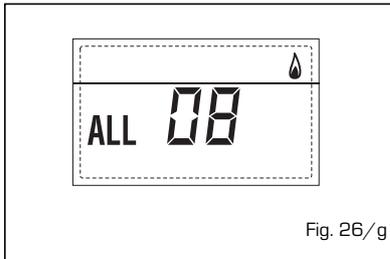

Fig. 26/g
- **ANOMALIA CIRCOLAZIONE ACQUA "ALL 09"** (fig. 26/h)